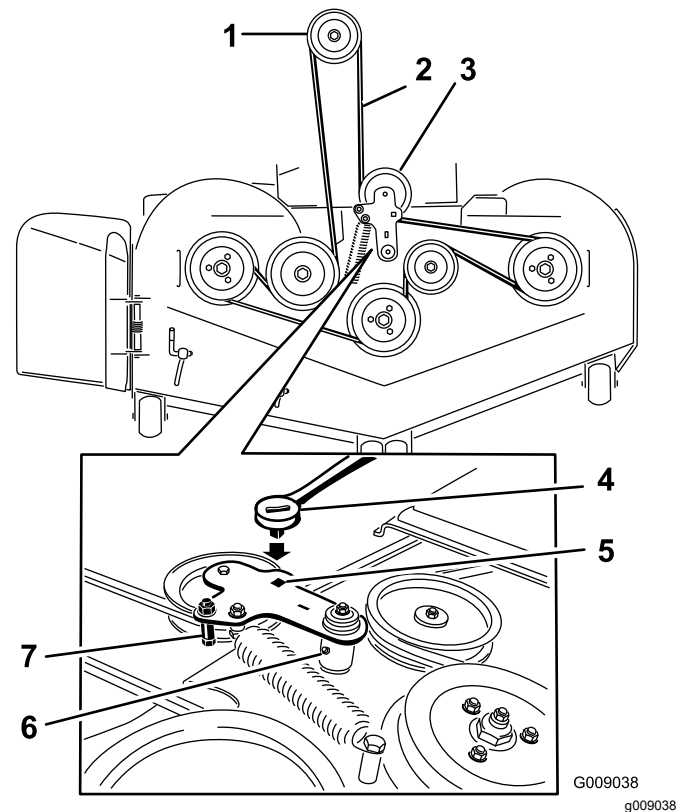
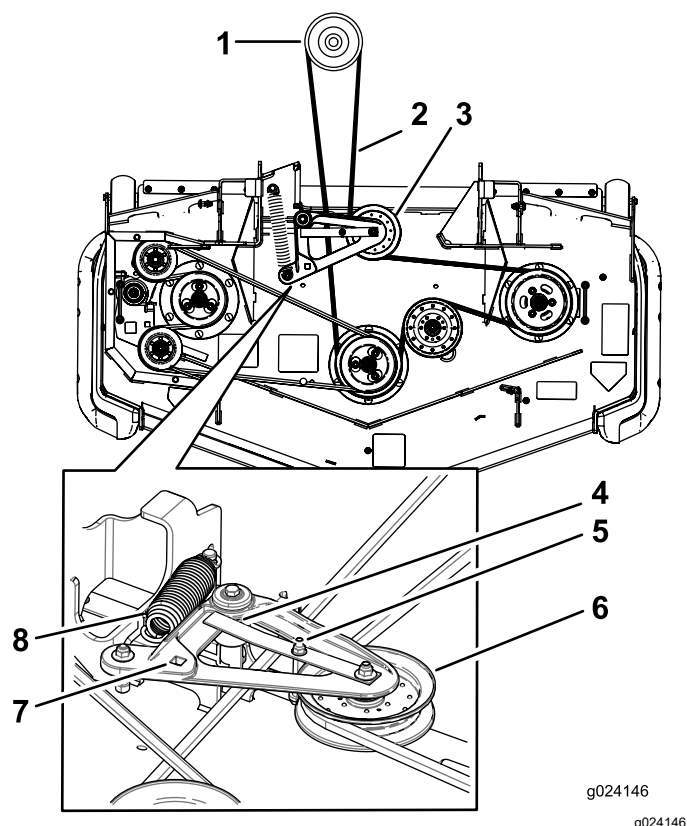

Figura 123
Figura 124
5. Levante la chapa de suelo e introduzca una llave dinamométrica en el orificio cuadrado del brazo tensor de la carcasa (Figura 123 o Figura 124).
6. Gire el brazo tensor de la carcasa en sentido horario, levante la pestaña de la guía de la correa (máquinas de descarga trasera solamente), y retire la correa del cortacésped (Figura 123 o Figura 124).